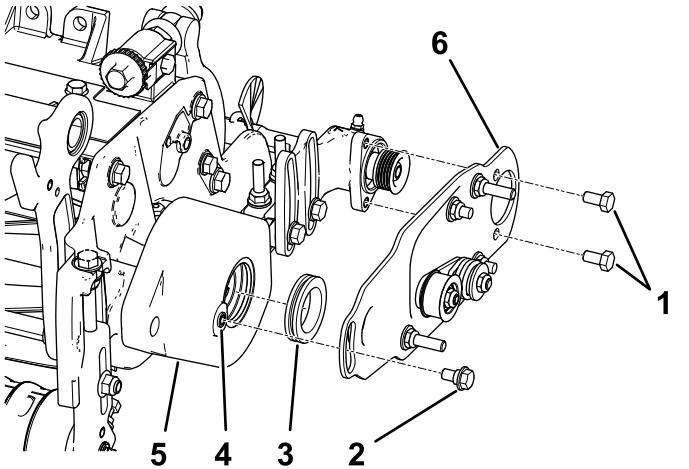

図 10
2. ローラブラシハウジングのハトメの内側にグリスを塗る図10。
3. 左または右ローラブラシのピボットプレートを取り付ける図 10。
- 注** 底部に、アイドラプーリーセンブリが図 10のように取り付けられていることを確認してください。
4. ボルト2本 $5/16 \times 1/2$ インチにロッキングコンパウンドを塗り、これを使ってブラシプレートをローラブラシ用ベアリングハウジングに取り付ける図 10。
5. ショルダボルトをねじ込む前に、タップ $5/16\text{-}18$ を使ってローラブラシハウジングのねじ山についているペイントを完全に除去する 図 10。
6. ショルダボルトにロッキングコンパウンドを塗布する図 10。
7. ショルダボルトを使って、ブラシプレートをローラブラシハウジングに取り付ける図 10。